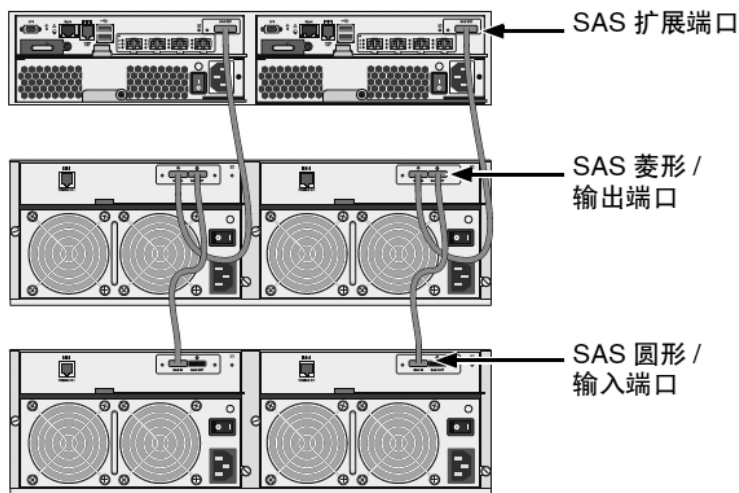

图 9. FC JBOD 扩展连接
1. 将每个控制器的管理端口连接到网络交换机。请参阅图 9。